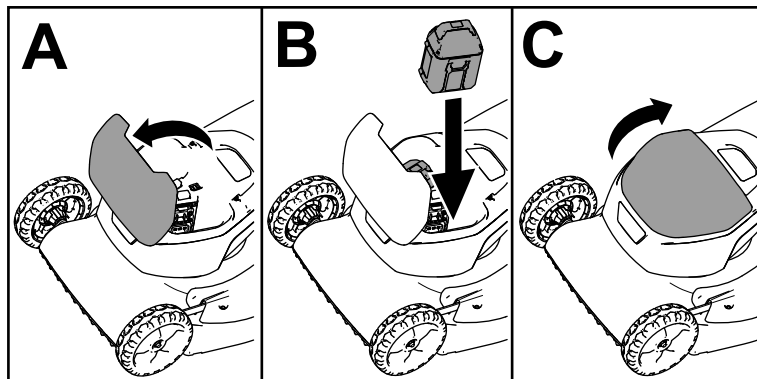

Figura 15
3. Levante la tapa del compartimento de la batería (Figura 15, A).
4. Alinee el hueco de las baterías con las lengüetas de la máquina, e introduzca las baterías en el compartimento hasta que se enganchen en su sitio (Figura 15, B).
5. Cierre la tapa del compartimento de la batería (Figura 15, C).